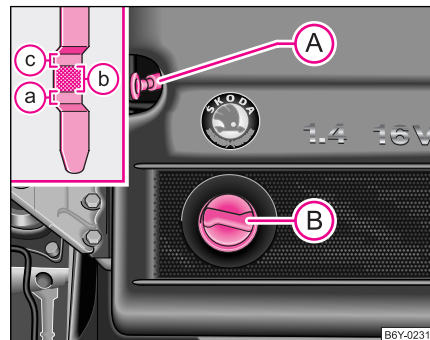
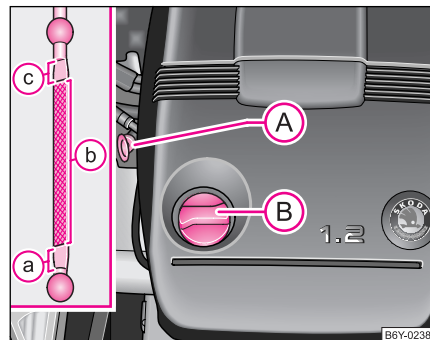

Abb. 138 Ölmesstab beim Motor 1,4 l/74 kW
Abb. 139 Ölmesstab beim Motor 1,2 l/40 kW ▶
In der Abbildung ist wegen der Anschaulichkeit nur ein Teil eines Motorraumes mit Motor 1,4 l/74 kW ⇒ Seite 190, Abb. 138 und 1,2 l/40 kW abgebildet ⇒ Seite 190, Abb. 139.
- Schrauben Sie den Deckel der Motoröleinfüllöffnung ab  ⇒ Seite 190, Abb. 139. ▶